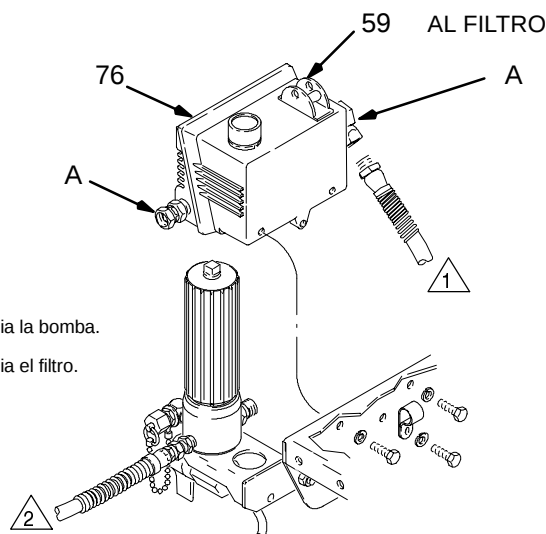

Fig. 7
2. Desconectar el dispositivo de control de presión mientras sujeta firmemente el conector o el codo (A). Vea la **PRECAUCIÓN**, más adelante. Vea la Fig. 7.